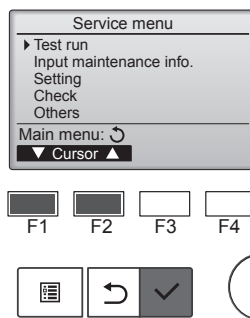

Fig. 7-1
- 1 Dans le Menu SAV, sélectionnez "Test run" (Test fonctions) puis appuyez sur la touche [CHOIX]. (Fig. 7-1)